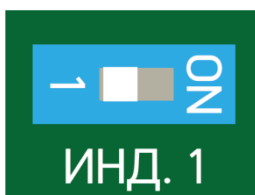

Рисунок 7.22
– по окончании настройки отключить сигнальный светодиод, установив флажок выключателя (поз.3 рисунок 7.1) в левое положение (положение «1») (рисунок 7.22).